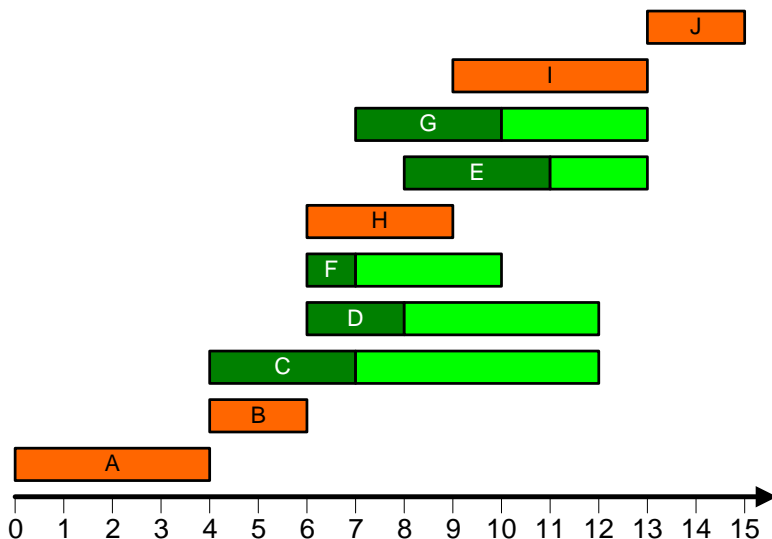

Рис.5. Линейный график работ
**Решение.** Линейный график работ, построенный в соответствии с описанной ранее процедурой, показан на рис.5. Критические работы показаны на этом рисунке красным цветом, полные резервы времени некритических работ — светло-зеленым цветом.